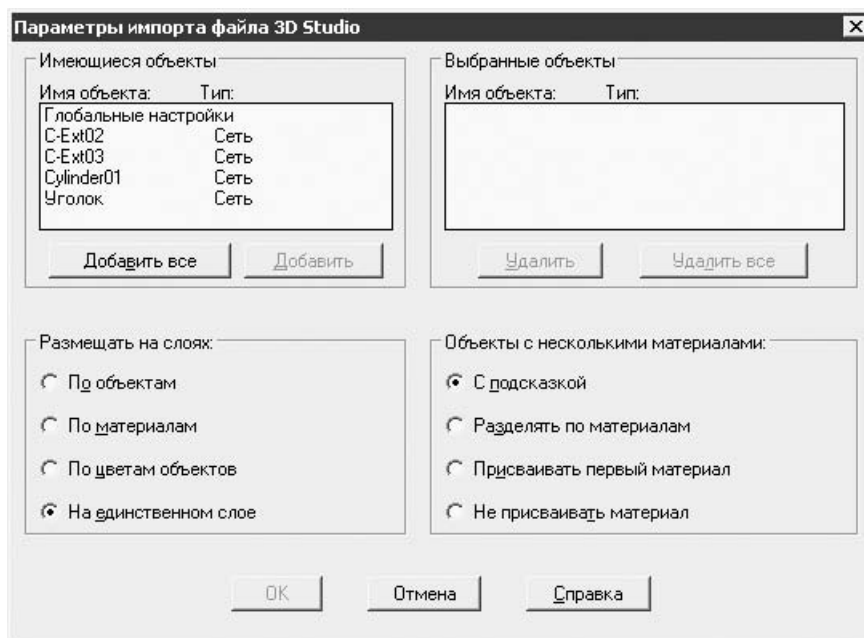

Рис. 5.10
4. Следует импортировать модель шариковой направляющей для полки (модель предварительно можно создать в программе 3ds Max). Выполнить команду Вставка ▶ 3D Studio — откроется окно Импорт файла 3D Studio, в котором нужно выбрать файл с моделью направляющей и нажать кнопку Открыть. Откроется окно Параметры импорта файла 3D Studio (рис. 5.10), где в группе Имеющиеся объекты следует нажать кнопку Добавить все, переключатель Размещать на слоях: установить в положение На единственном слое и нажать кнопку ОК. В чертеже на новом слое AVLAYER появится модель направляющей.